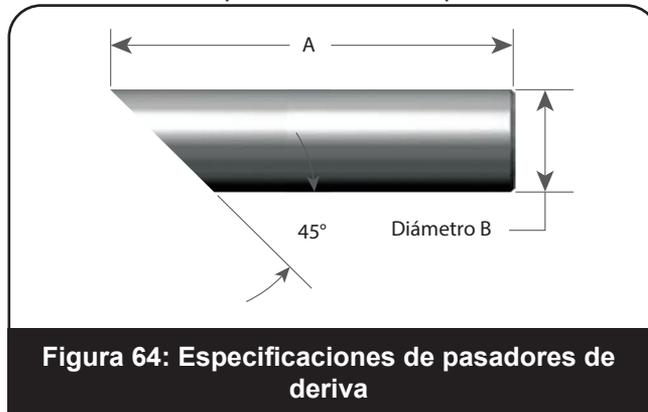

Figura 64: Especificaciones de pasadores de deriva
4. Pasadores de deriva: Se requieren dos pasadores de deriva para la extracción del disco del soporte del disco. Consulte la Figura 64 y la Tabla 17 para conocer las especificaciones del pasador de deriva.